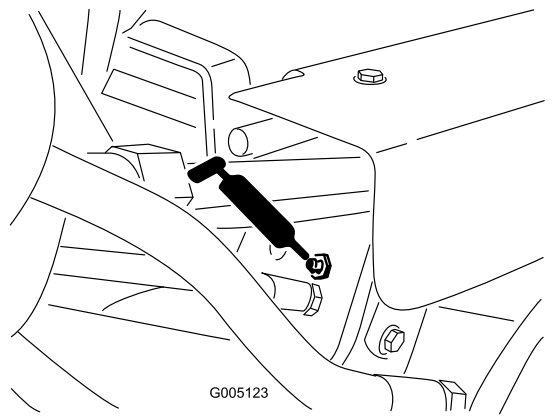

Figura 35
- Cilindri di sollevamento (3) (Figura 35)